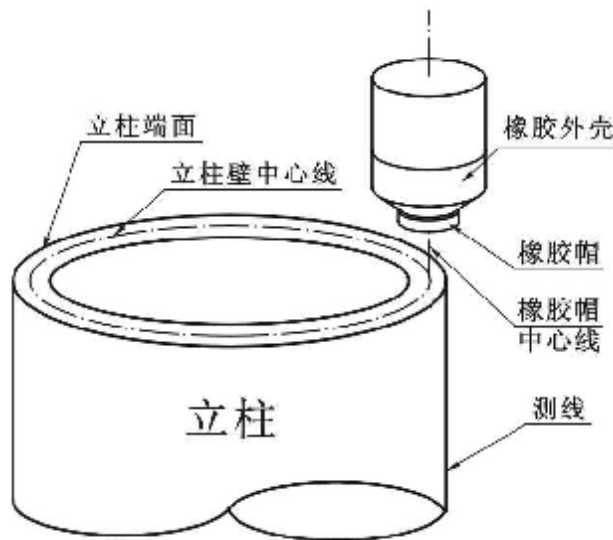

图 1-5 自动激振装置安装示意图
3. 橡胶帽的中心线应通过立柱壁中心线，且尽量靠近测线，如图 1-5所示；